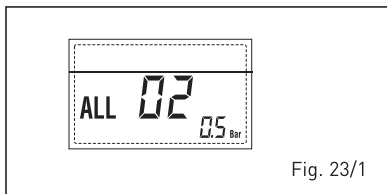

Fig. 23/1
– **ANOMALIA ALTA PRESSÃO ÁGUA “ALL 03” (fig. 23/2)**